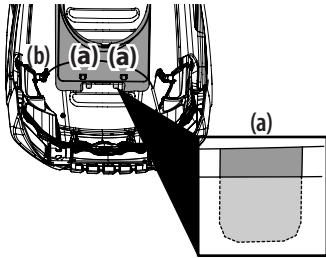

Figura 11
2. Con las lengüetas traseras instaladas, inserte las lengüetas delanteras (a) en el pleno (b) como se muestra en la Figura 11.